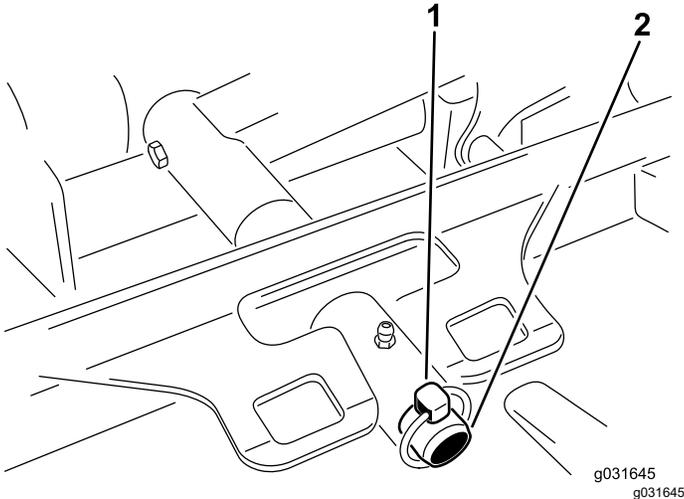

Figura 68
3. Retire o pino de sujeição ou a porca de bloqueio que fixa estrutura de suporte da unidade de corte ao pino de articulação do braço de elevação (Figura 68).
3. Deslize a estrutura de suporte da unidade de corte para o pino da articulação do braço de elevação e prenda-a com o pino de sujeição ou a porca de retenção (Figura 68).